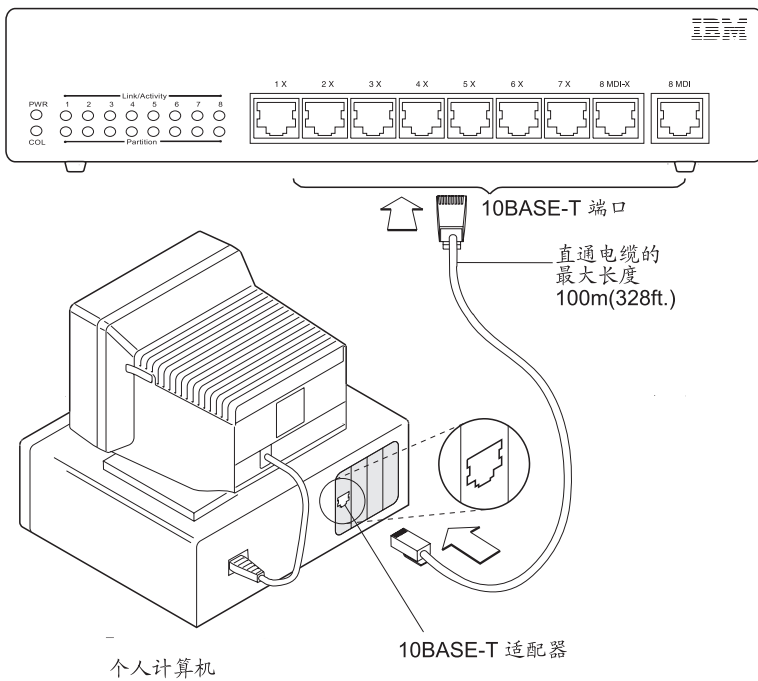

图 2-3. 使用一根直通电缆
- 2 连接直通电缆的一端到设备中适配器(有时称为一个NIC)上的 10BASE-T 连接器而另一端到集线器上 10BASE-T 端口之一。查阅第2-6页的图2-3中有关此连接的一个说明。如果设备有一个外部 10BASE-T 而不是一块内部适配器,连接直通电缆到收发器上,然后连到集线器。